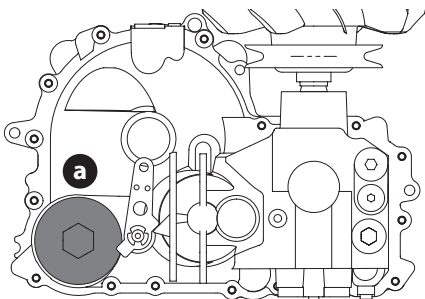

Fig. 46
2. Placez un récipient approprié sous le couvercle du filtre à huile (a) de transmission. Retirez le couvercle du filtre à huile de transmission pour vidanger l'huile (Fig. 46). Retirez et jetez le joint torique.
4. Remplacez le nouveau filtre et placez le nouveau joint torique sur le couvercle du filtre (a) (Fig. 46).